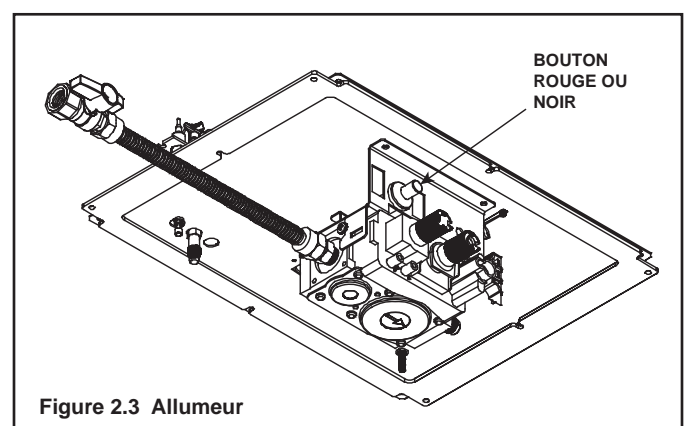

Figure 2.3 Allumeur
- Le système d'allumage à veilleuse permanente comprend un allumeur rouge ou noir (consulter la Figure 2.3).